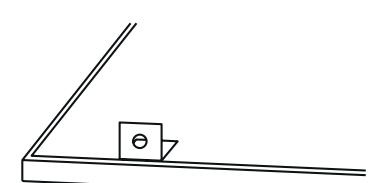

Рис. 3
5.1. Для подвесного монтажа следует использовать уголки для крепления подвесов поставляемых в комплекте с панелью (Рис. 3).